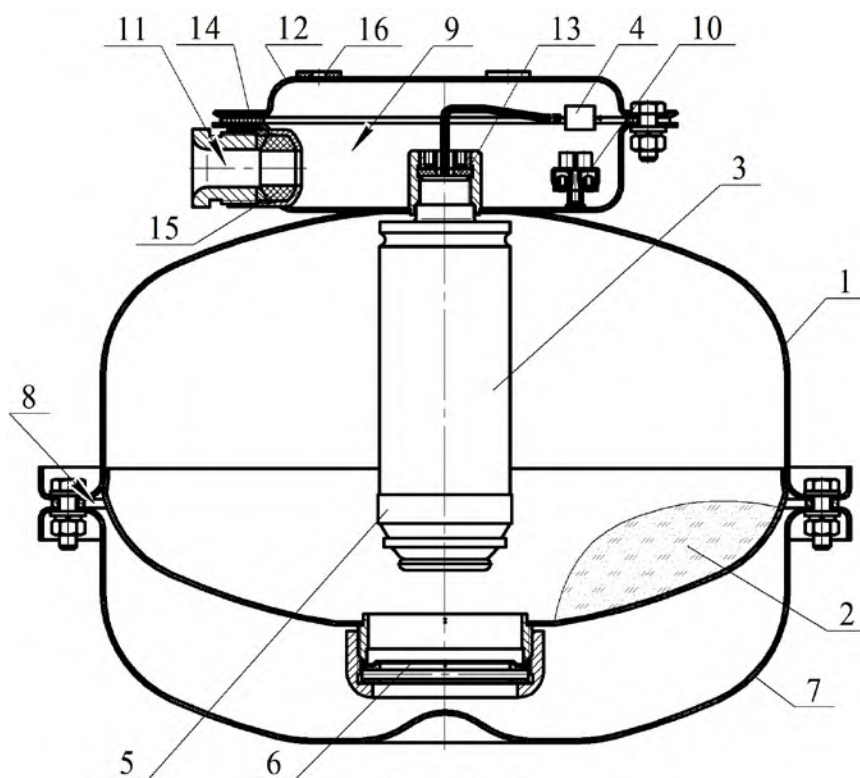

Рисунок 1
МПП (см. рисунок 1) состоит из корпуса 1, в котором размещаются огнетушащий порошок (ОП) 2 и источник холодного газа (ИХГ) 3 с элементом электропусковым 4 и аэратором 5 для псевдоожижения ОП, выполненным в виде отверстий на боковой поверхности корпуса, перекрытых полиэтиленовой самоклеящейся лентой. Ослабленное сечение выполнено в виде мембраны 6, разрушающейся при заданном давлении вскрытия. Со стороны ослабленного сечения корпус 1 соединен с отражателем 7. Насадок-распылитель 8 для выхода ОП представляет щелевой зазор между корпусом 1 отражателем 7.
2.1.3 Через резиновые прокладки **16** (см. рисунок 1) закрепить кронштейн **11** (см. рисунок 1) на потолке, стене, полу или иной несущей поверхности. Координаты отверстий в кронштейне, предназначенном для крепления МПП, показаны на рисунке 3.
2.1.4 Через резиновую прокладку **14** (см. рисунок 1) состыковать МПП с кронштейном и закрепить соединение гайками.